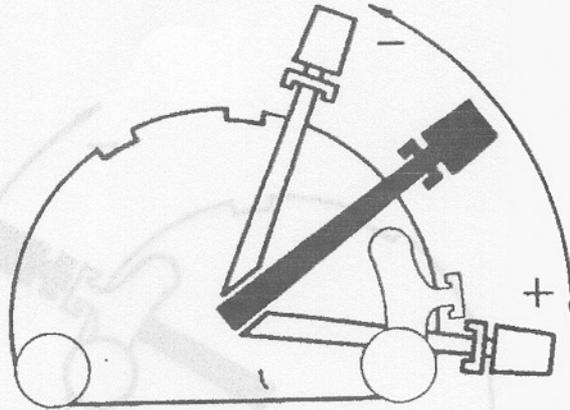

Fig. 39
- Si la profondeur de travail n'est pas suffisante, abaisser progressivement la manette de commande dans la zone jaune « EFFORT » (fig. 39).
- Si la profondeur de travail est trop grande, lever progressivement la manette de commande (fig. 39).